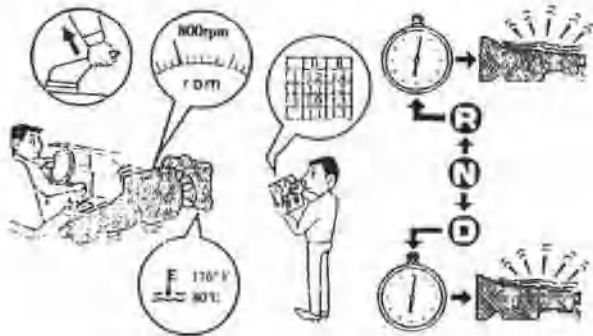

图 5.5 时滞试验
- ① 启动发动机,待温度升至 50°C 以上时,调整怠速,拉紧驻车制动。
- ② 保持发动机怠速运转,将挡位由 N 位换到 D 位,开始计时,当感觉到上挡的轻微振动时,计时终止。这个时间即 D 位上挡滞后的时间。
- ③ 仍保持发动机怠速运转,将挡位由 N 位换至 R 位,开始计时,当感觉到上挡的轻微振动时,计时终止。这个时间即 R 位上挡滞后的时间,如图 5.5 所示。